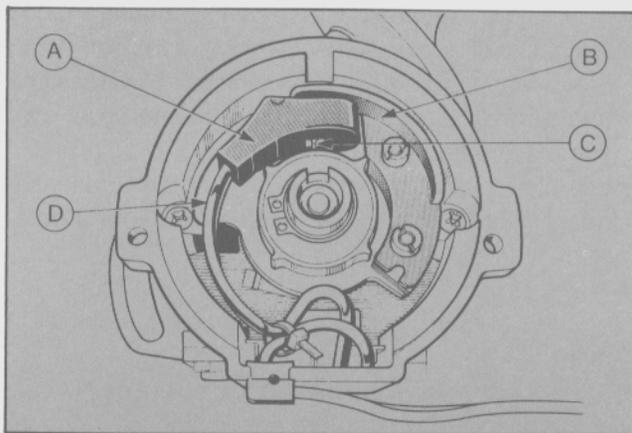

Fig. 4 - Bobina captora.
- c) **Bobina captora (Estator):** La bobina captora va montada sobre la pieza polar y consta de un devanado continuo con cada extremo conectado al módulo. Cualquier variación del campo magnético (flujo), creado por el imán permanente induce un flujo de corriente en la bobina (Fig. 4).